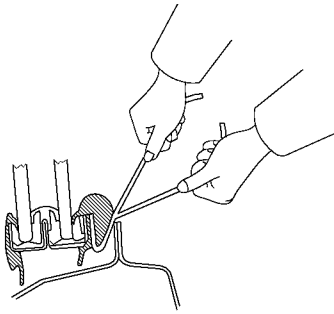

图 17-91 从车内侧拉绳子装上玻璃
3) 将玻璃固定在车身上相应的位置，从车内侧拉绳子装上玻璃，同时张开手掌按压密封条的外侧，如图 17-91 所示。